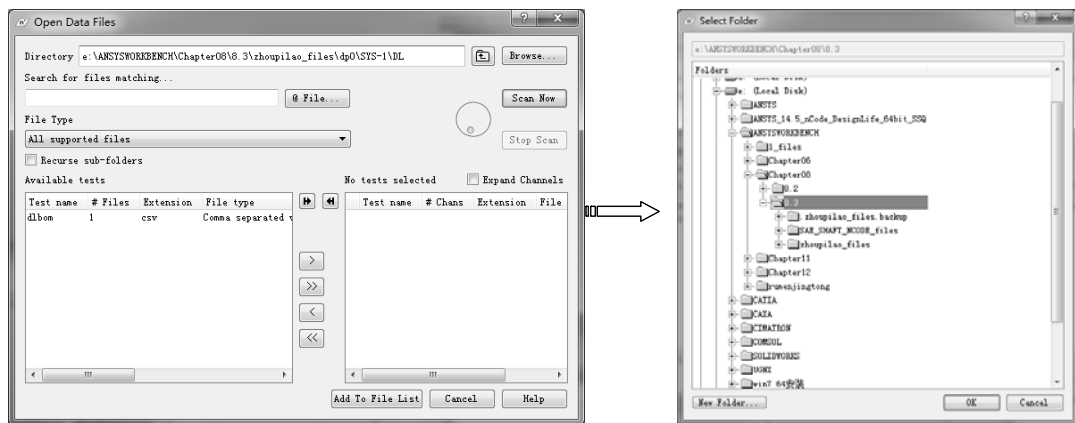

图 7-69 选择载荷文件夹
2) 选择【File】|【Open Data Files】命令，弹出【Open Data Files】对话框，单击【Browse】按钮，弹出【Select Folder】对话框，选择载荷文件所在的文件夹，单击【OK】按钮完成，如图 7-69 所示。